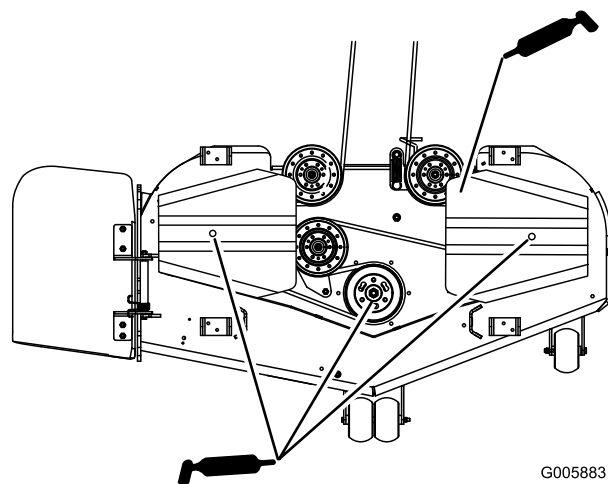

Figure 29
3. Graissez le pivot de la poulie de tension (Figure 29).
4. Lubrifiez les graisseurs des roulements des 3 axes (Figure 29).